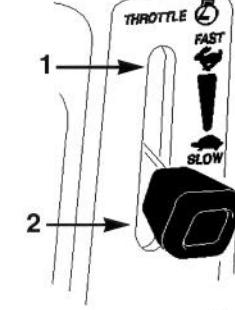

Bild 4
5. Den Gashebel auf "FAST" [SCHNELL] stellen (Bild 4).
6. Den Zündschlüssel im Uhrzeigersinn drehen und in der "START"-Position halten (Bild 4). Sobald der Motor anspringt, den Schlüssel wieder loslassen.
7. Wenn der Motor angesprungen ist, den Chokehebel in die "OFF"-Stellung zurückbringen (Bild 4). Sollte der Motor stottern oder abwürgen, den Chokehebel für ein paar Sekunden auf "ON" zurückstellen. Dann den Hebel wieder auf "SCHNELL" stellen. Bei Bedarf wiederholen.
1. Den Gashebel auf "SLOW" [LANGSAM] stellen (Bild 4).